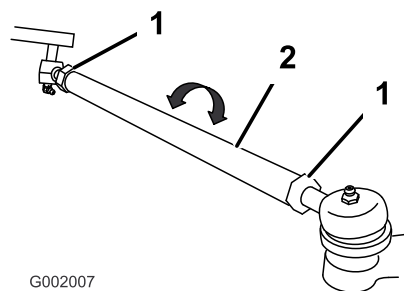

図 60
5. 前後の測定値の差が所定範囲にない場合、タイロッド両端のジャムナットを外して調整を行う(図 60)。